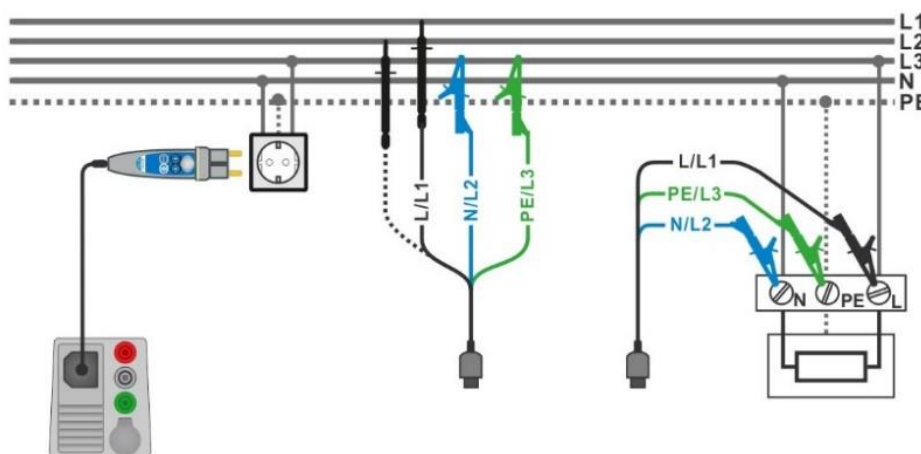

Fig. 4.55: Fas-neutral eller fas-fas line-impedansmätning – Anslutning med Plug commander och 3-ledar testledning
- › Anslut 3-ledar testledn. eller Plug commander till objektet som skall testas, se **Fig. 4.55**